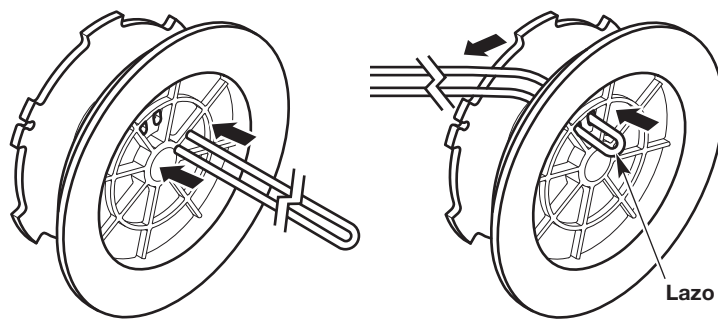

Fig. 30
2. Inserte los dos extremos del hilo a través de los dos orificios del carrete interior (Fig. 30). Tire del hilo a través del carrete interior de manera que el lazo sea lo más pequeño posible (Fig. 30). Asegúrese de que los extremos del hilo sean de igual longitud.